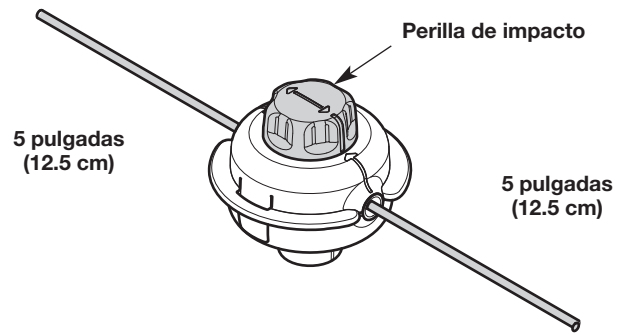

Fig. 20
- Gire la perilla de impacto para enrollar el hilo hasta que sobresalga aproximadamente 5 pulgadas (12.5 cm) de cada lado del cabezal de corte (Fig. 20).